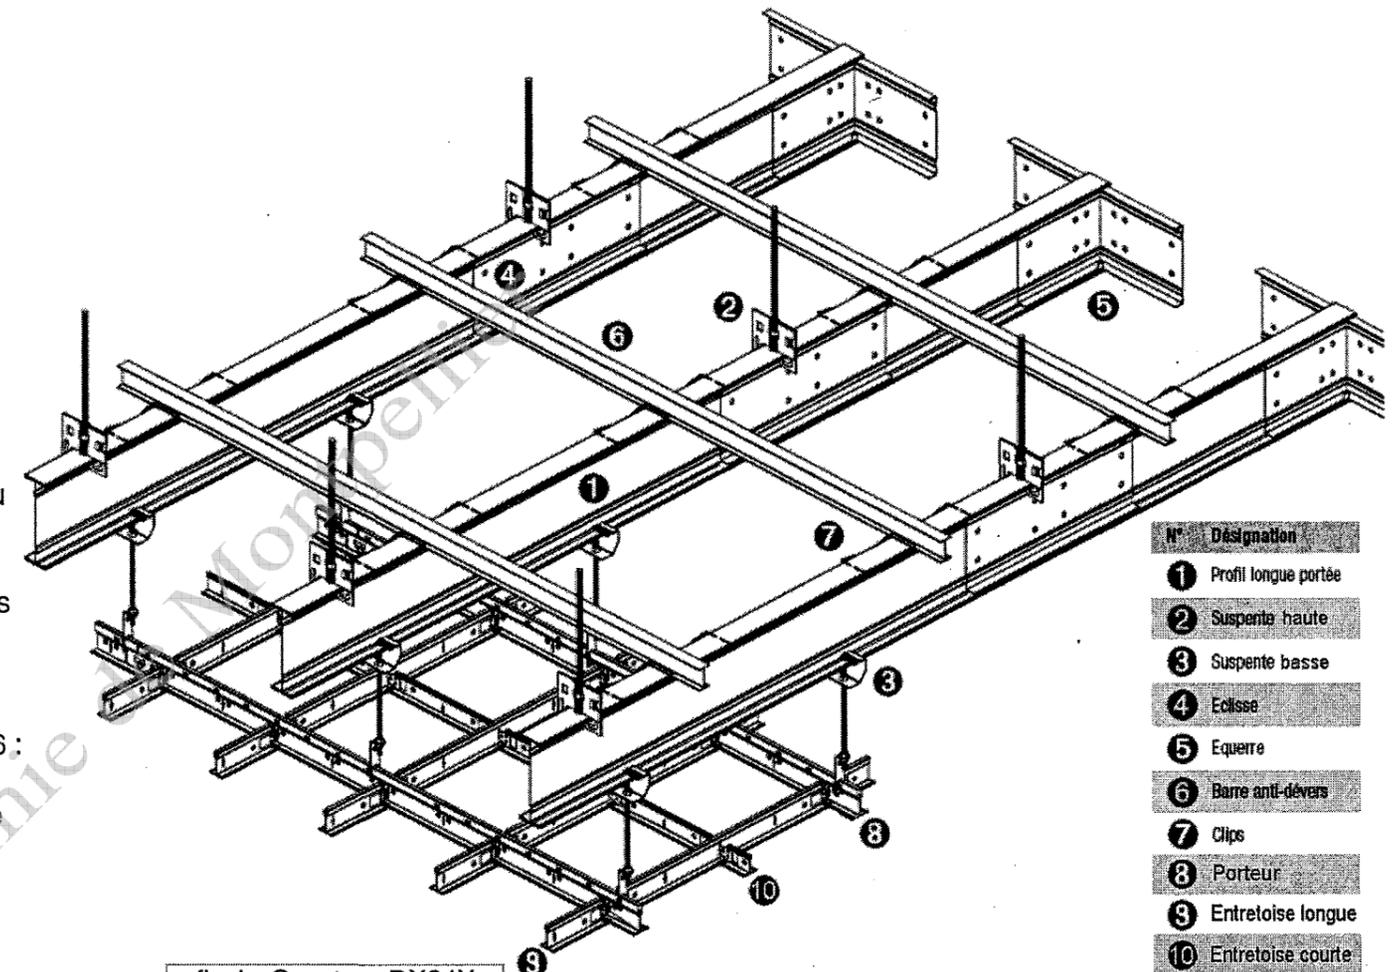

fig 1 : Ossature DX24X
- L'ossature secondaire T24 spécifiée dans le CCTP est une ossature DX24X des Ets DONN où la valeur 24 correspond à la largeur des semelles apparentes (voir détail fig 1).